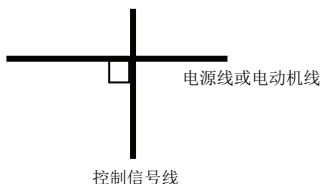

图 4-2 系统配线要求
(1) 变频器的机电缆线(U、V、W 端子引出线)与电源电缆线(R、S、T 端子输入线)应该保证足够的距离且尽可能远。
(2) U、V、W 端子三根电机线尽量置于金属管或金属布线槽内。
(3) 一般控制信号线应采用屏蔽电缆, 屏蔽层与变频器  端相连后, 以靠近变频器侧单端接地。
(4) 变频器  端接地电缆必须直接与接地板相连, 不得借用其它设备接地线接地, 并且接地点应尽可能靠近变频器。
(5) 强电电缆(R、S、T、U、V、W)不得与控制信号线平行近距离布线, 更不能捆扎在一起, 须保持 20~60 厘米(与强电电流大小有关)以上的距离。如果要相交, 则应相互垂直穿越, 如图 4-2 所示。